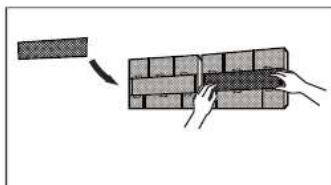

fig. 19 -
4. Retire o filtro purificador de ar situado na parte posterior do filtro principal ("fig. 19 -") e limpe-o com um aspirador.